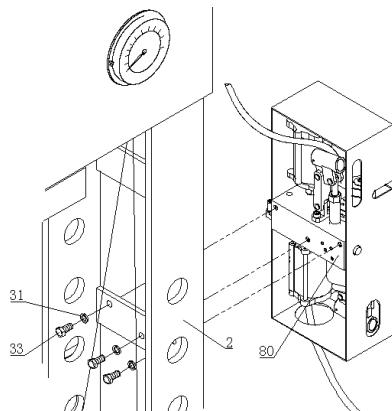

Figure 1
Placez l'unité de pompe (80) dans le support de cadre avec des vis hexagonales M12x25 (33) et les rondelles Ø12 (31). (Voir Figure 1)